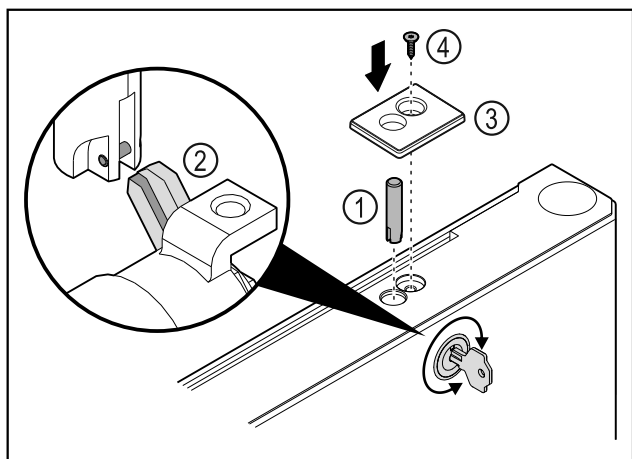

Fig. 41
- ▶ Założyć śrubę zamka Fig. 41 (1).
- ▶ Lekko przekręcić zamek, aby śruba zamka Fig. 41 (2) zatrzasnęła się w szczelinie zamka.
- ▶ Założyć osłonę Fig. 41 (3).
- ▶ Założyć śrubę Fig. 41 (4).